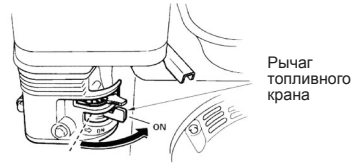

Рис.18 Открытие топливного крана
1. Откройте топливный кран, переместив рычаг топливного крана в рабочее положение (ON) Рис.18.